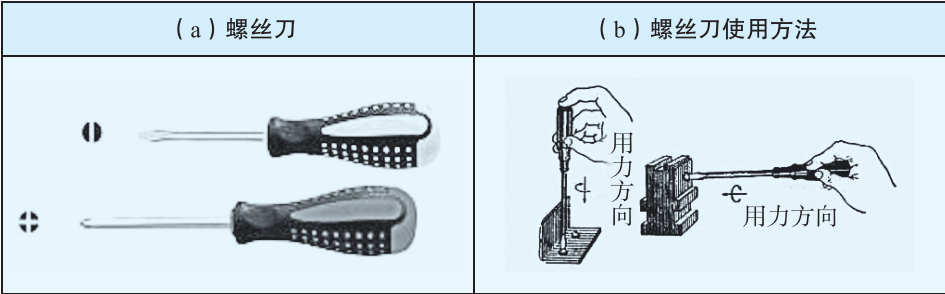

图 1-1-5 螺丝刀及使用方法
螺丝刀是电工进行线路安装与调试必不可少的工具，有十字形和一字形之分，见图 1-1-5（a）。其手柄一般采用防静电材料制成，有防滑功能，可以发挥最大扭力。刀杆一般用碳钢或铬钒钢制造，都要经过热处理以增加其强度。头部一般都充磁，在工作时能吸住螺钉，便于操作。
(3) 为防止螺丝刀的金属杆触及皮肤或触及相邻近带电体, 应在金属杆上套装绝缘管。
(4) 使用时应注意选择与螺钉槽大小规格相应的螺丝刀。
(5) 切勿将螺丝刀当作鑿子使用, 以免损坏螺丝刀手柄或刀刃。
(6) 使用螺丝刀时, 要用手指的端部或根部顶住螺丝刀柄顶端, 用手指捏住刀柄, 刀柄与螺钉轴线方向一致。旋紧或松开螺钉时, 以手指用力即可, 不要手腕用力, 因为手腕用力很容易挤碎元器件, 见图 1-1-5 (b)。